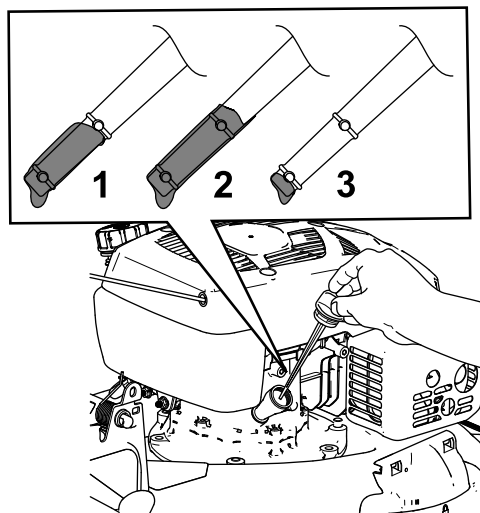

Figure 32
3. Tournez le bouchon dans le sens antihoraire et sortez la jauge (Figure 32).
4. Inclinez la machine sur le côté (filtre à air en haut) pour vidanger l'huile usagée par le tube de remplissage (Figure 32).
10. Vérifiez le niveau d'huile indiqué par la jauge (Figure 32).